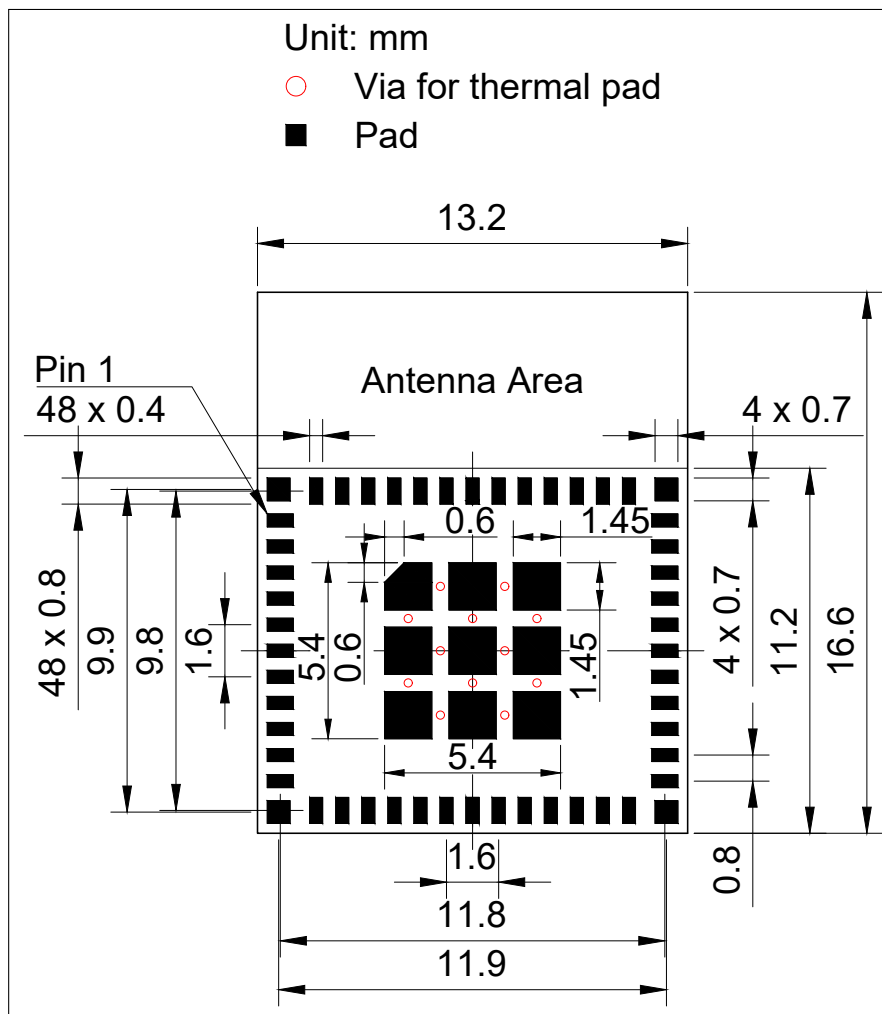

图 11: ESP32-H2-MINI-1 推荐 PCB 封装图形
- 推荐 PCB 封装图，标有 PCB 设计所需的全部尺寸。详见图 11 ESP32-H2-MINI-1 推荐 PCB 封装图形 和图 12 ESP32-H2-MINI-1U 推荐 PCB 封装图形。
- 推荐 PCB 封装图的源文件，用于测量图 11 和 12 中未标注的尺寸。您可用 Autodesk Viewer 查看 ESP32-H2-MINI-1 和 ESP32-H2-MINI-1U 的封装图源文件。